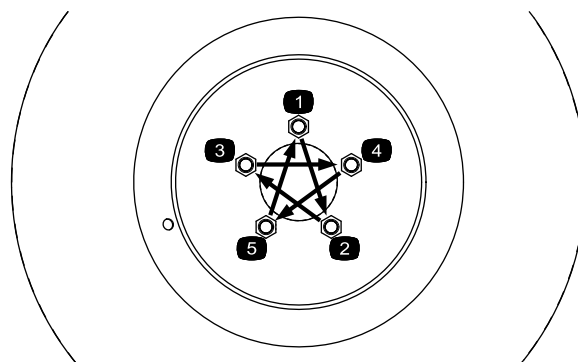

Bild 9
- Montieren Sie die Hinterreifen erneut und ziehen Sie die Radmuttern über Kreuz auf ein Drehmoment von 94 bis 122 N·m an (**Bild 9**).